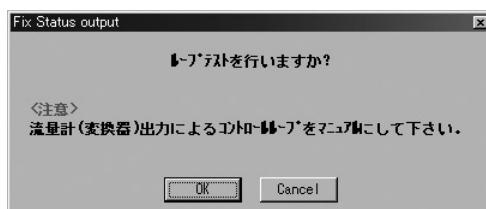

図89
- ③ 図89のようなメッセージボックスが現れますので、ステータス出力を模擬出力とする場合は「OK」をクリックしてください。